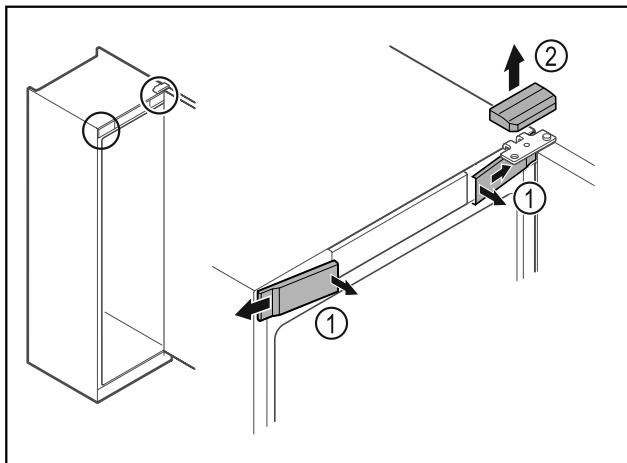

Fig. 8
- ▶ Spnite sprednje pokrove Fig. 8 (1) in jih odstranite proti strani.
- ▶ Zgornji pokrov Fig. 8 (2) snemite v smeri navzgor.